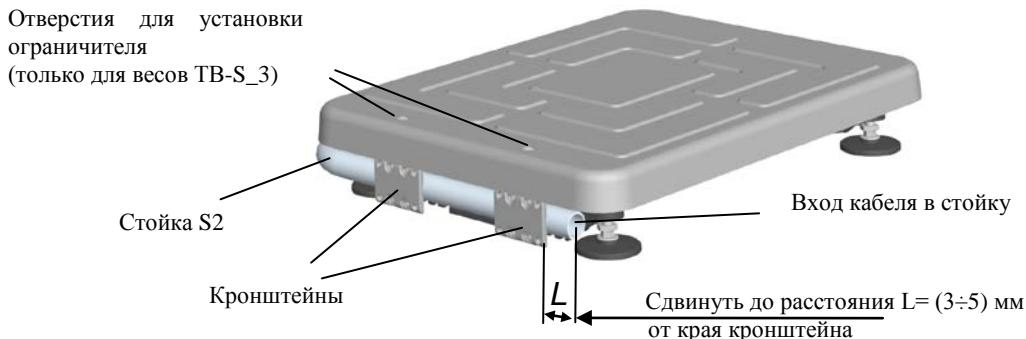

Рис. 5.1 – Крепление круглой вращающейся стойки к модулю TB-S
- Сдвинуть стойку S2 в направлении, указанном стрелкой (Рис. 5.1), обеспечив расстояние $L = (3 \div 5)$ мм от края стойки до края кронштейна.